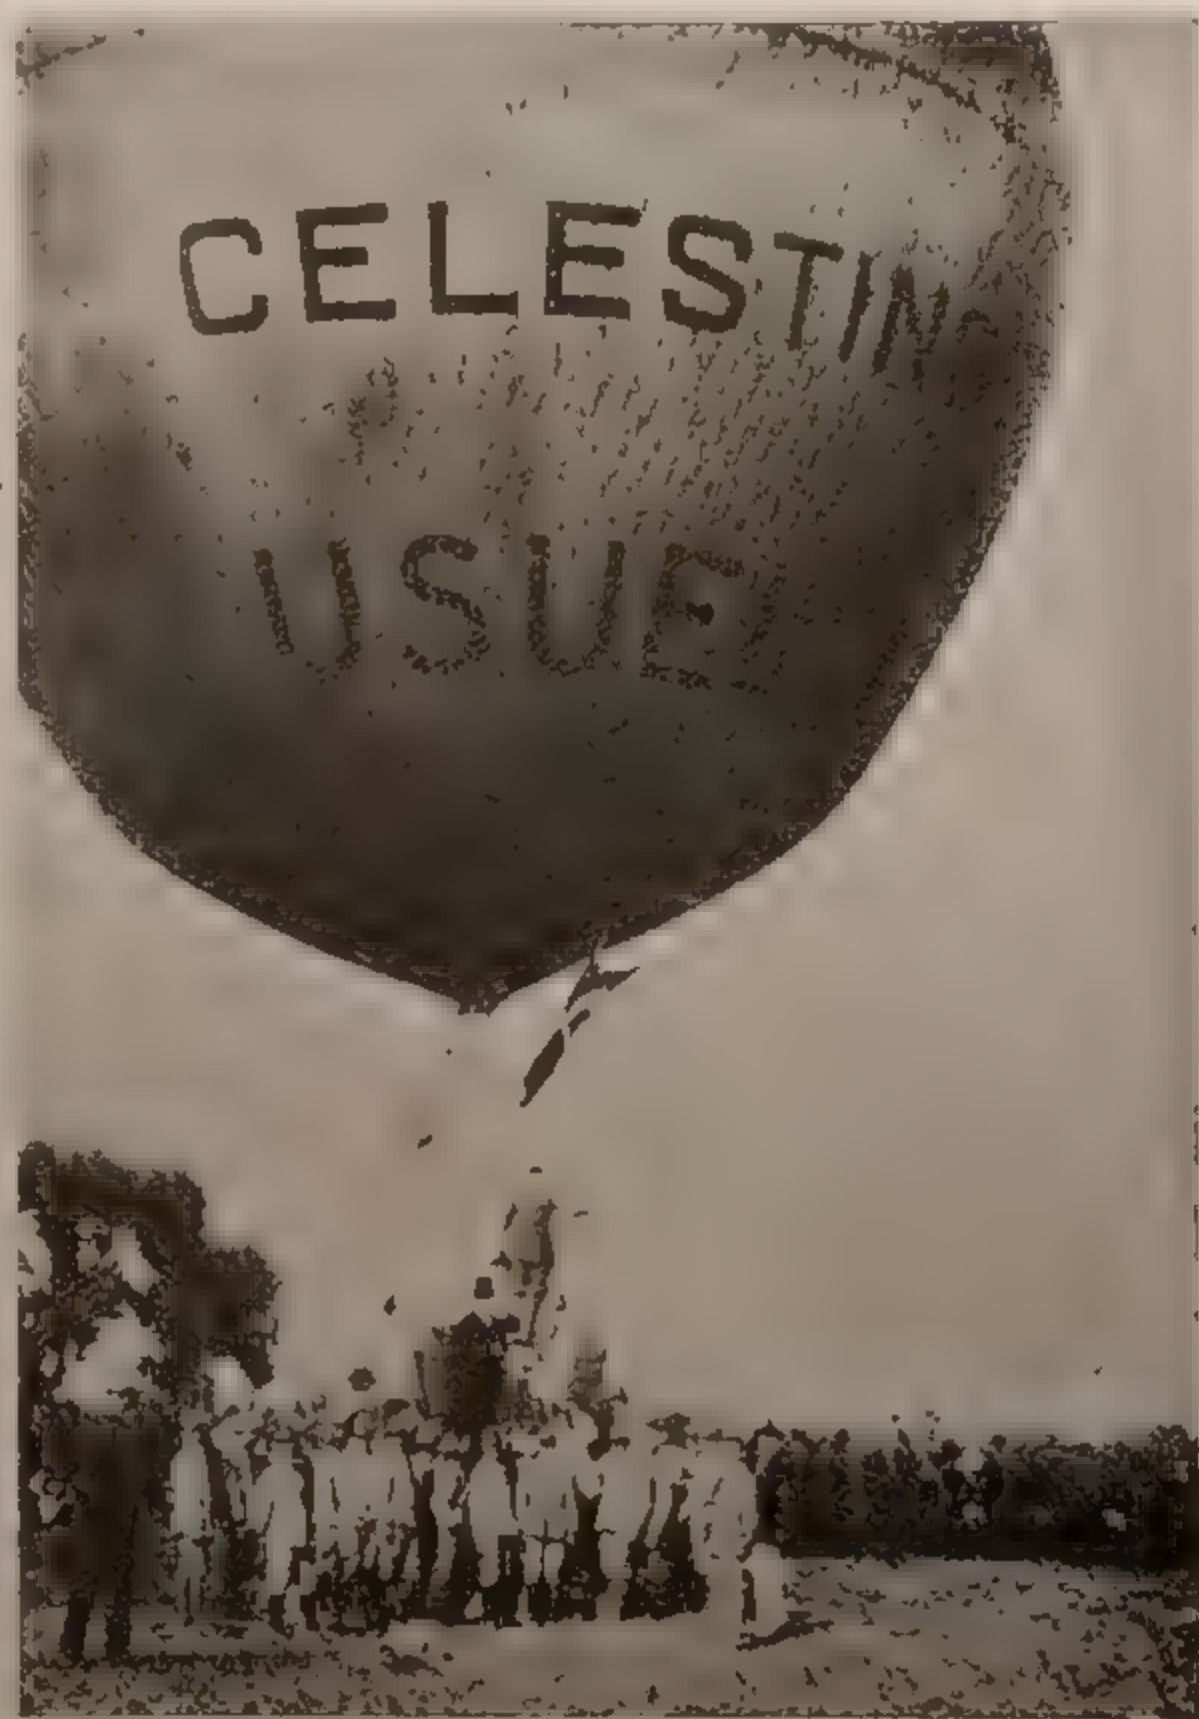

Fig. 80 — UN PALLONE AEROSTATICO.
60. I palloni aerostatici (fig. 80) hanno un involucro impermeabile di seta gom-mata, che ha un peso piccolo rispetto al volume d'aria che possono spostare quando l'involucro è gonfiato. Per ottenerne il sollevamento è però necessario che il gas con cui sono riempiti i palloni, sia più leggero dell'aria, come gas illuminante, elio od idrogeno, che è, specificamente, il più leggero di tutti i corpi.